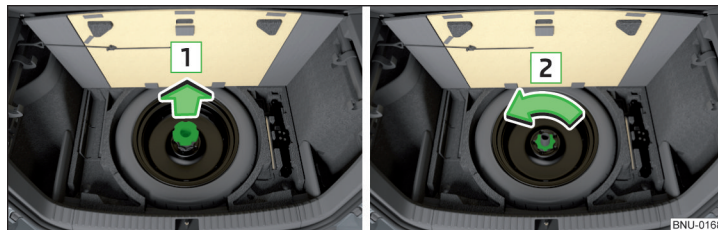

Fig. 309 Scoaterea roții
Roata este situată într-un locaș aflat sub podeaua portbagajului și este fixată cu un șurub de siguranță » fig. 309.
- › Piciorul de sprijin al podelei portbagajului se scoate în sensul săgeții **1**, iar șurubul se desface în sensul săgeții **2** » fig. 309.
- › Înșurubați șurubul de siguranță în sensul opus săgeții **2**, până la capăt » fig. 309.